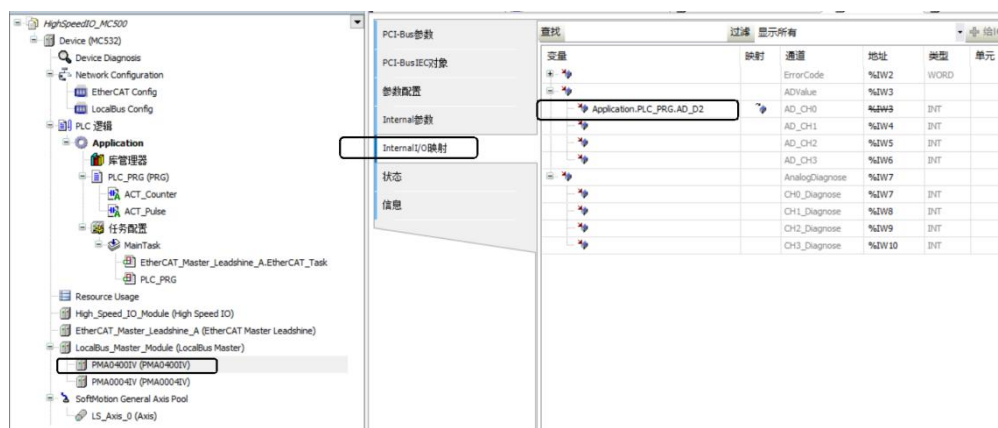
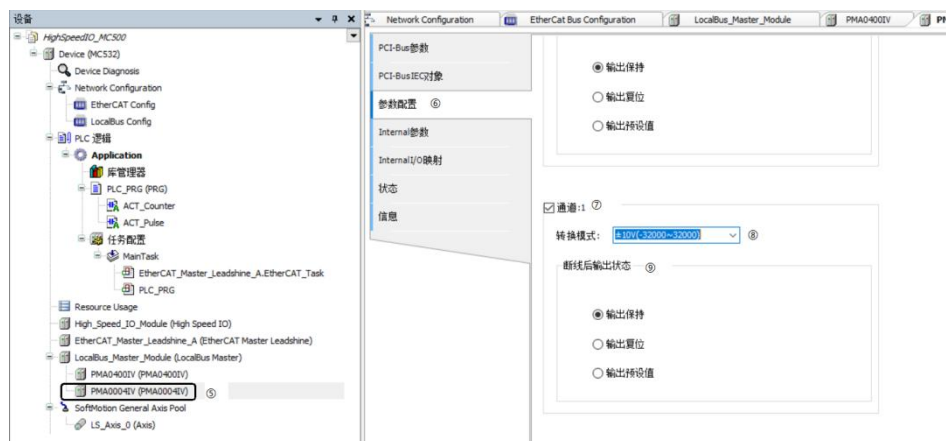
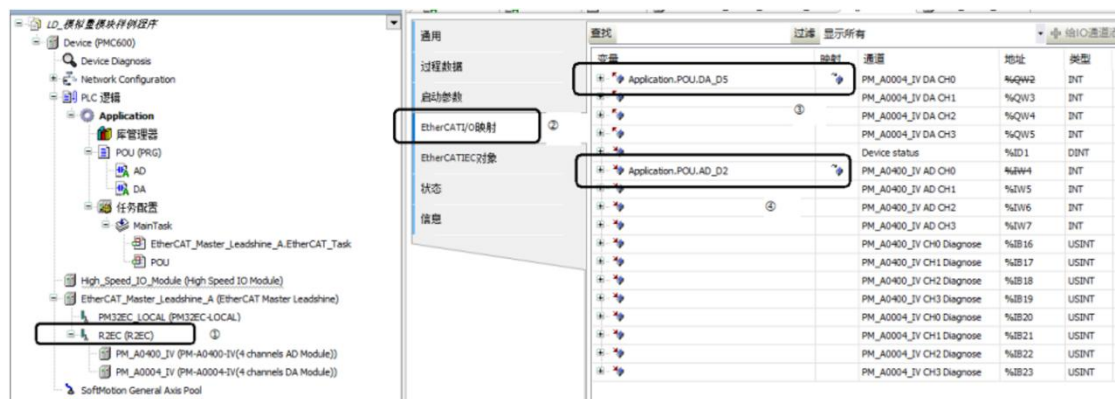

图 11.24 模拟量输出模块映射
图 11.25 模拟量输出模块映射
图 11.26 模拟量模块的变量映射
5) 变量映射过程如图 11.24 及图 11.25 或图 11.26 所示。
- ① 鼠标左键双击“R2EC”（使用 R2EC 耦合器扩展模块）或左键双击“PM-A0400-IV”及“PM-A0004-IV”（MC500 系列 PLC 本体扩展模块）；
- ② 鼠标左键单击“EtherCAT I/O 映射”进入变量映射界面；
- ③ 绑定变量 DA_D5 为模拟量输出模块通道 1 的输出变量；
- ④ 绑定变量 AD_D2 为模拟量输入模块通道 1 的输入变量。